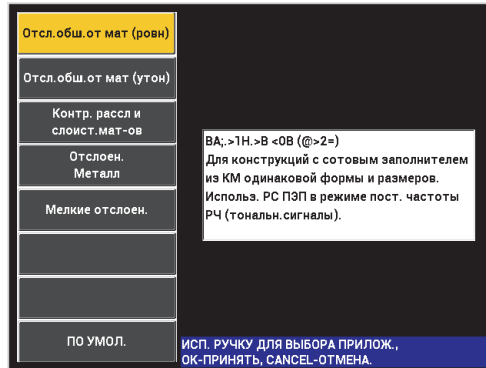
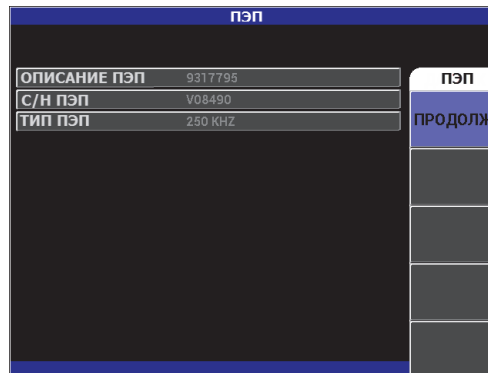
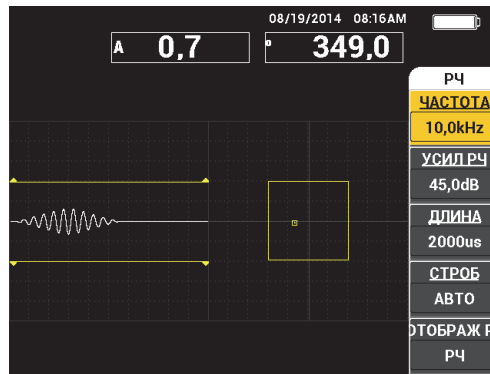

Рис. 3-2 Выбор приложения в меню настроек
Рис. 3-3 Экран распознавания PowerLink
Рис. 3-4 Экран измерений
- Если никакой преобразователь не подключен к прибору или если подключен стандартный преобразователь (не PowerLink), на экране BondMaster 600 появляется меню быстрой конфигурации приложений (см. Рис. 3-2 на стр. 52). Выберите в меню одно из представленных стандартных приложений для автоматической конфигурации соответствующих настроек.
- Если к прибору подключен преобразователь PowerLink, BondMaster 600 открывает при запуске экран распознавания PowerLink (см. Рис. 3-3 на стр. 52), в котором можно автоматически настроить прибор для использования данного типа преобразователя.
- ◆ Находясь на экране распознавания устройства PowerLink (см. Рис. 3-3 на стр. 52), нажмите клавишу A, чтобы загрузить программу (сохраненную на датчике PowerLink). Произойдет автоматическая настройка прибора.
Экран измерений открывается после завершения начальных этапов меню быстрой настройки или меню PowerLink (см. Рис. 3-4 на стр. 54).
На Рис. 3-4 на стр. 54 представлен пример стандартного экрана измерений. Внешний вид экрана может меняться, в зависимости от выбранного приложения или загруженной программы PowerLink (см. Рис. 3-2 на стр. 52 и Рис. 3-3 на стр. 52).